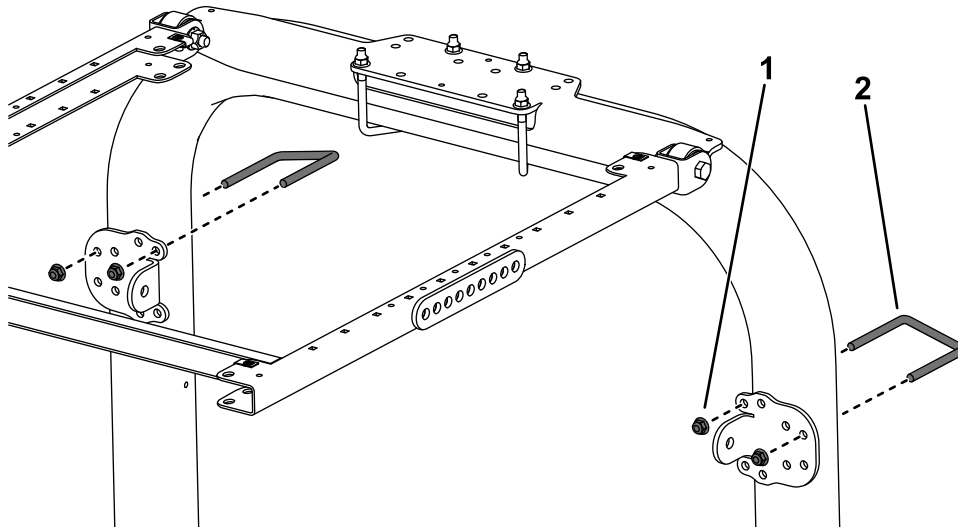

Figura 4
4. Utilizando os furos de montagem mostrados na Figura 4, monte sem apertar completamente cada um dos suportes de cinta às colunas da barra de segurança com uma cavilha em U ($3\frac{3}{8}$ pol. x 4 pol.) e duas porcas flangeadas.